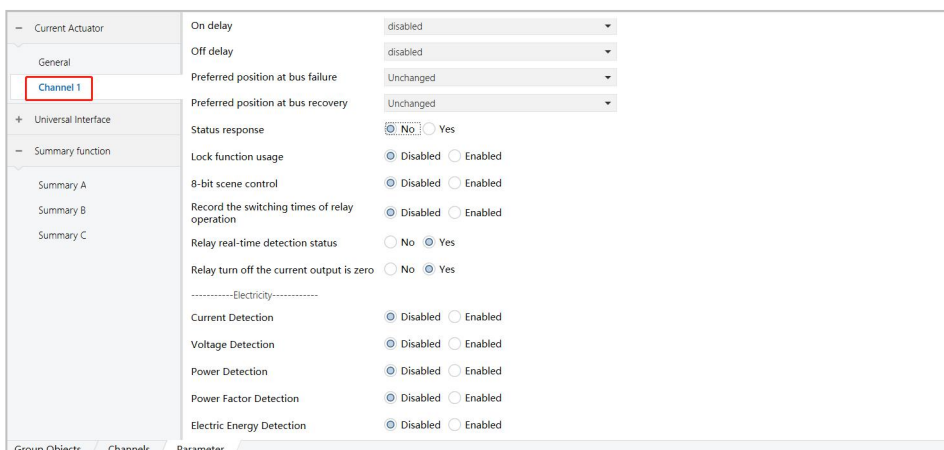

图 6.1.2
2) 单击上述红色方框内相应通道, 此处以 Channel 1 为例, 设置该通道的详细功能参数, 其余通道同理, 如图 6.1.2 所示;